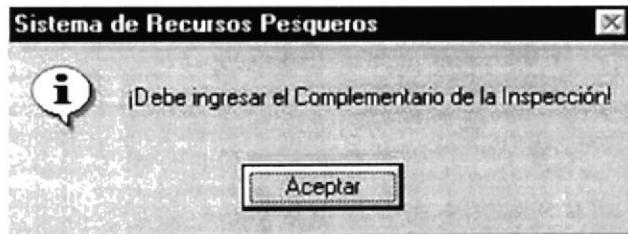

Figura 10.48 Mensaje falta datos Complementarios
4. Si se ha realizado un ingreso y no escribió los datos complementarios de la Inspección mostrará el siguiente mensaje (ver figura 10.48).